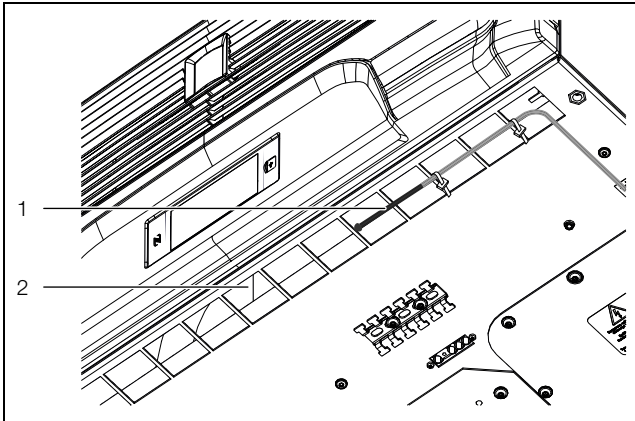

Abb. 20: Temperaturfühler vor Kaltluftaustritt
- Bringen Sie den Temperaturfühler mittig vor dem Kaltluftaustritt des Kühlgeräts an (Abb. 20).